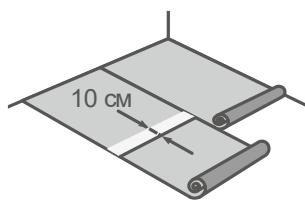

Рисунок 7
10.4.2 В случае стыковки двух рулонов пены по торцам необходимо укладывать пену с нахлестом 10 см (см. Рисунок 7).